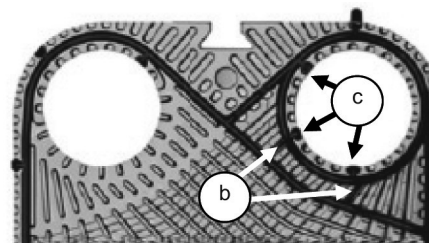

Fig. 9
- Sull'altra metà, mediante cesoia eliminare tutti i Plug-In® e, se presenti, tutti i ponti di collegamento tra diagonale e anello di tenuta (Fig.9 b). Quindi, seguendo la procedura indicata al punto 5.7.3, incollare la guarnizione con esclusione degli anelli di tenuta.
- Modelli dotati di Plug-In® all'interno degli anelli di tenuta: mediante cesoia tagliare tutti i Plug-In® all'interno degli anelli di tenuta (Fig. 9 c) corrispondenti ai soli fori chiusi. Quindi, seguendo la procedura indicata al punto 5.7.3, incollare i soli ponti di collegamento tra diagonale e anello.